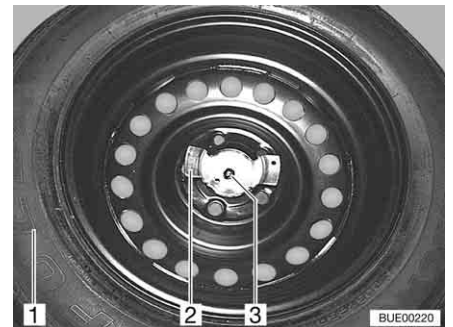

Fig. 236 Fissaggio della ruota di scorta
- Svitare i due dadi (Fig. 236,2 e 3).
- Rimuovere la ruota di scorta (Fig. 236,1) dal relativo supporto.